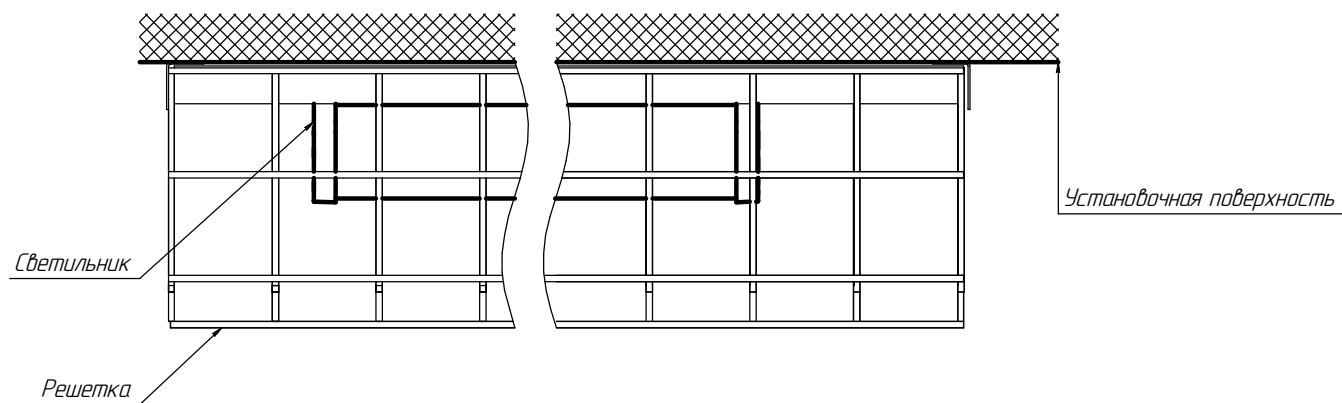

Рисунок 3 - Схема установки светильника на поверхность.
1.4 Подключить светильник к электрической сети согласно рис. 3.